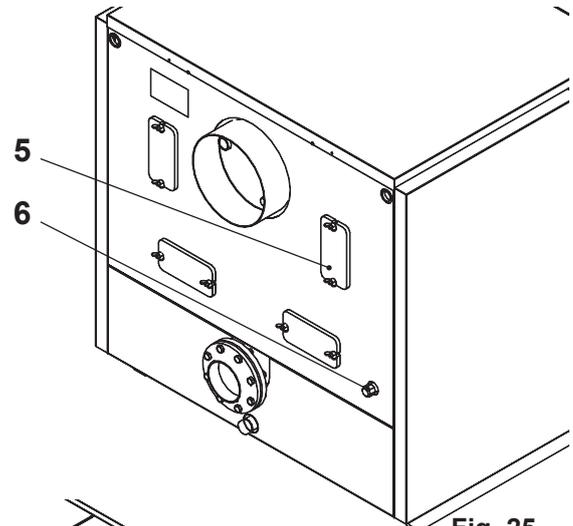
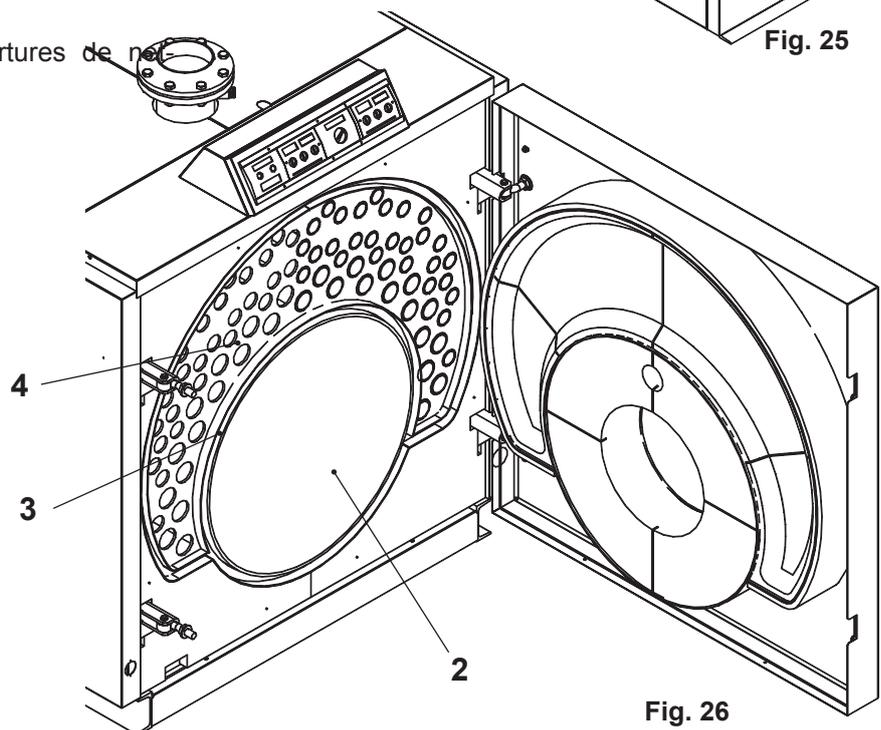

Fig. 25
Fig. 26
- Max-3 plus: éliminer les régulateurs du 3e parcours (4, Fig. 26) et les nettoyer.
- Nettoyer à fond la chambre de combustion (2), le deuxième (3) et le troisième parcours (4) à l'aide d'une brosse ou d'un procès de rinçage.
- Enlever le couvercle (5, Fig. 25) du collecteur des fumées. Enlever les résidus du collecteur. Brosser à fond la paroi arrière de la chaudière ainsi que les espaces intermédiaires entre les terminaisons des tubes.